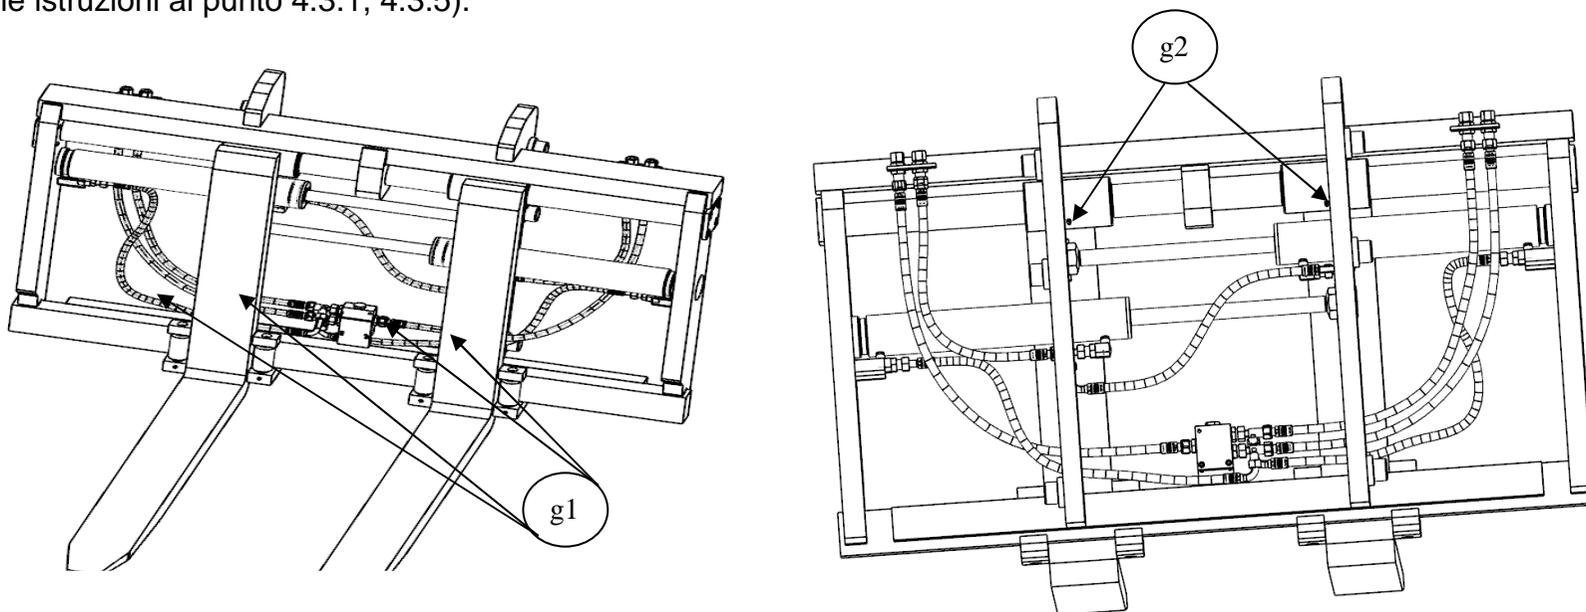

Fig.008
4.2 Manutenzione periodica (Fig.008)